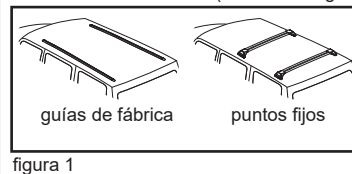

figura 1
- Tanto para las guías de fábrica como para los puntos fijos (consulte la figura 1), asegúrese de que el techo no se deforme cuando se apliquen cargas pesadas.